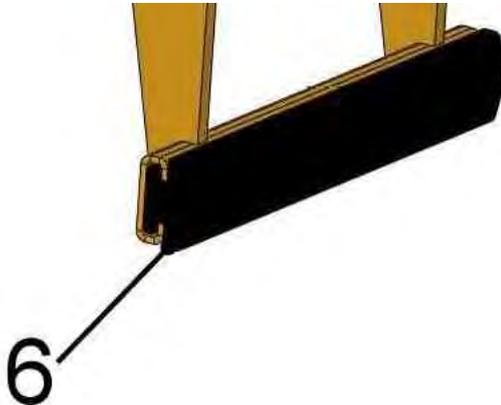

Fig. 1
Controllare regolarmente lo sporco (ad es. Piccolo frammenti di pietra) nella parte superiore (vedi dettaglio nel punto „X“ nella Fig. 2) del tampone (6) → vedi Fig. 1 / Fig. 2
**Problema:** Lo sporco può danneggiare il tampone (6) durante la presa (quando piccoli frammenti di pietra vengono compressi nel tampone).
**Soluzione:** Rimuovere lo sporco in quest'area sul tampone (6), o nel caso vi sia tanto sporco, smontare e pulire il tampone.